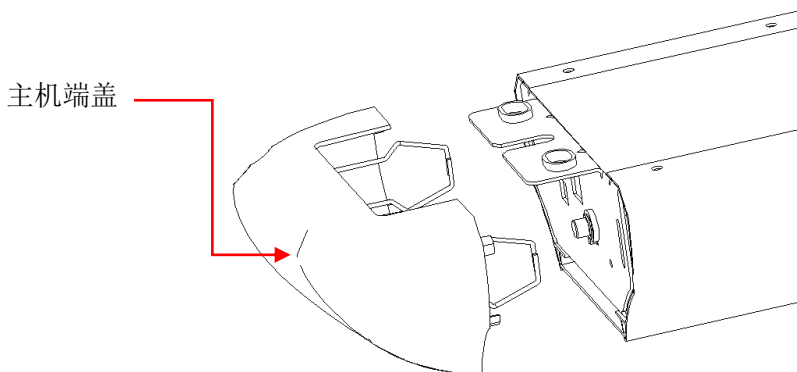
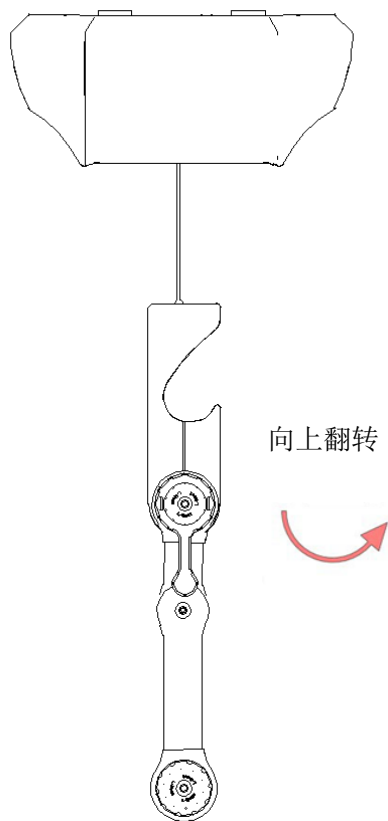

图 5
图 8
5、拆下两端的主机端盖（如图 5 所示），然后小心托起主
当需要晾被子时，可将翻转式被杆从吊球上取下垂直放置，不需晾被时，可以放回吊球（如图 8 所示）。
若机器发生故障，需要检查内部故障时，反向操作图 8 和图 5 的动作则可取下整机。